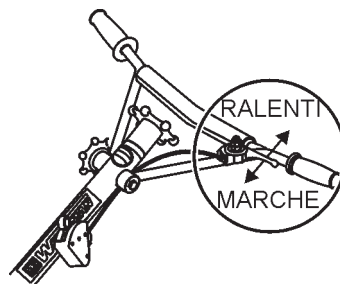

Figure 27. Manette des gaz (position marche)
- Pour commencer le talochage-lissage, poussez la manette des gaz (Figure 27) vers la position **RUN** (Marche).